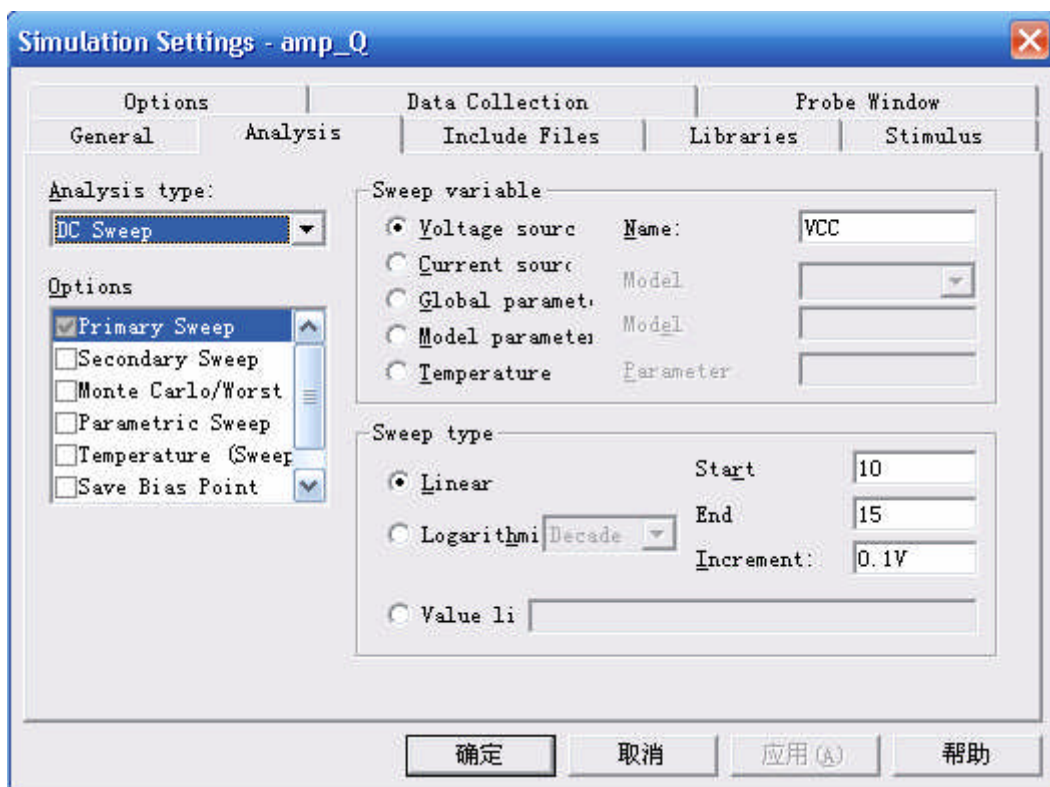

图 7.2 仿真文件设置
- 4、建立仿真文件，选择 DC Sweep 模式，并设置扫描名称为 VCC（注意：此处 name 的值要与电路图中的直流电源名称一致），扫描电压从 10V 到 15V，具体设置如下图 7.2 所示：